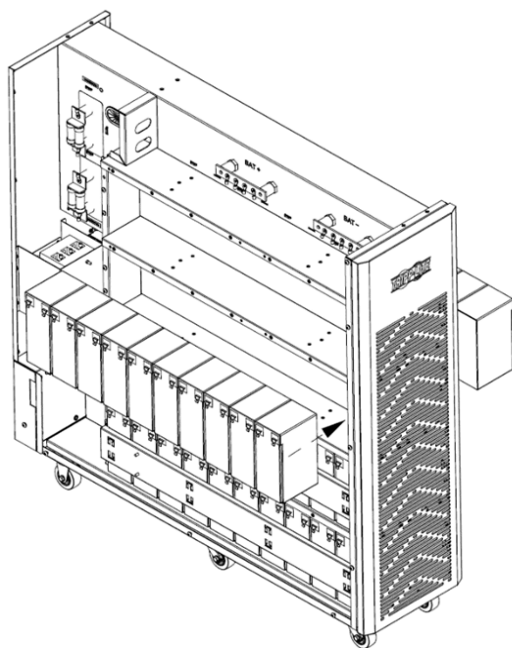

Figura 5-10A
11. Instale 10 módulos de baterías en la capa siguiente (L3-A, serie positiva del grupo 3). Asegúrese de mantener los lados de las terminales de todas las baterías hacia arriba (Figura 5-10A).